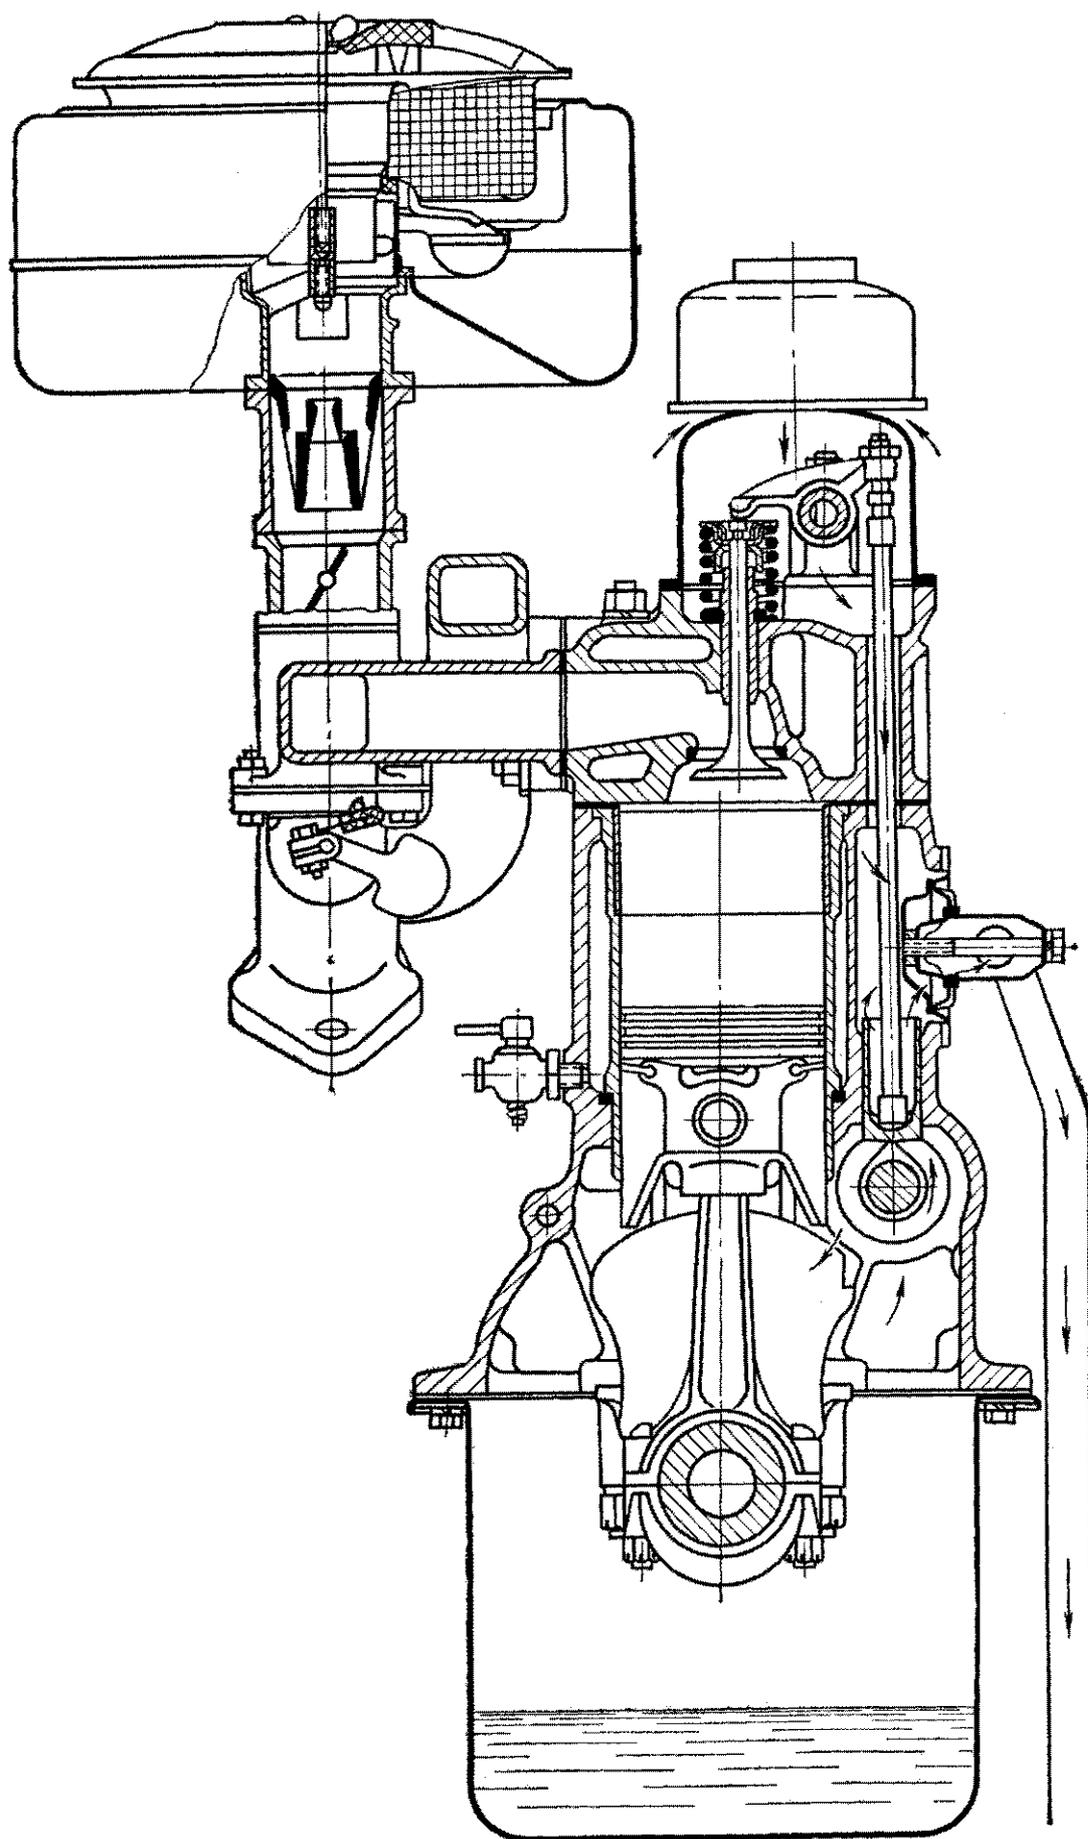

Рис. 20. Схема вентиляции картера
**Вентиляция картера.** Во время работы двигателя через неплотности поршневых колец и зазоры между стержнями клапанов и направляющими втулками в картер проникает некоторое количество отработавших газов. При пуске двигателя в цилиндрах также конденсируется значительное количество паров топлива, которые, попадая в картер, разжижают масло и ухудшают его смазывающие свойства. Пары топлива и отработавшие газы удаляются из картера двигателя при помощи вентиляции. Срок службы масла при этом возрастает, долговечность работы двигателя увеличивается. Вентиляция — открытая, действует за счет разрежения, создаваемого во время движения автомобиля около конца вытяжной трубы (рис. 20) вентиляции картера.